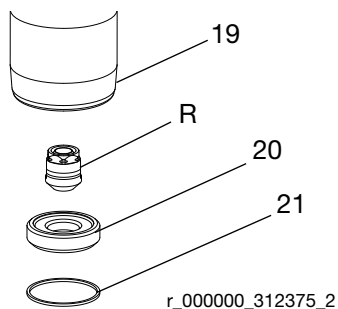

FIG. 10
11. Använd en o-ringkrok för att ta bort tätningen (21) från intagsventilhuset (19). Kassera tätningen och ersätt den med en ny. Se FIG. 10.
12. Dra ut intagssätet (20) genom nederdelen av intagsventilhuset (19). Var försiktig så att du inte tappar intagsventilen (R) när den lossnar och lägg det åt sidan till senare.